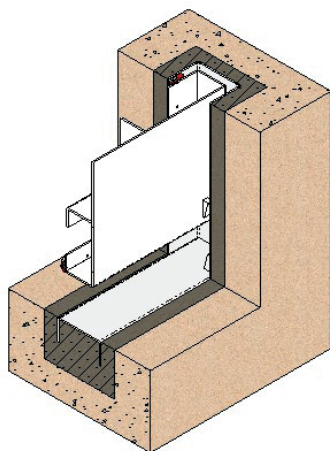
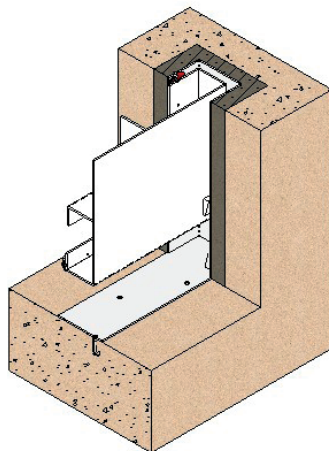

Fig. 13
Fig. 14
El sistema más habitual de montaje de estas compuertas es hormigonado (fig.13), pero como podemos apreciar en la fig. 14 y 15, existen más opciones de montaje.
- Para montar la compuerta hormigonada (fig.13), colocamos la compuerta en los huecos del canal, en este proceso tiene especial importancia que la junta de cierre en el tablero quede del lado de aguas abajo. Una vez tengamos colocada la compuerta en los huecos, la centraremos horizontalmente respecto al ancho del canal y verticalmente nos aseguraremos que la solera de la compuerta quede al ras del canal, de esta manera se consigue que no haya ningún resalte en el canal logrando un paso total y continuo. Manteniendo en esta posición, se procederá a realizar el segundo hormigonado, que consistirá en rellenar los huecos asegurando que no quede ningún resalte en el canal.